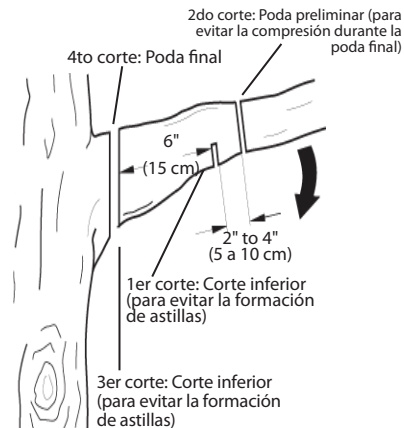

Figura 20- Poda de una rama
1. Haga el primer corte a quince centímetros del tronco del árbol, del lado inferior de la rama. Utilice el lado superior de la barra de guía para realizar este corte. Atraviese la rama hasta llegar a 1/3 de su diámetro. (vea la Figura 20).